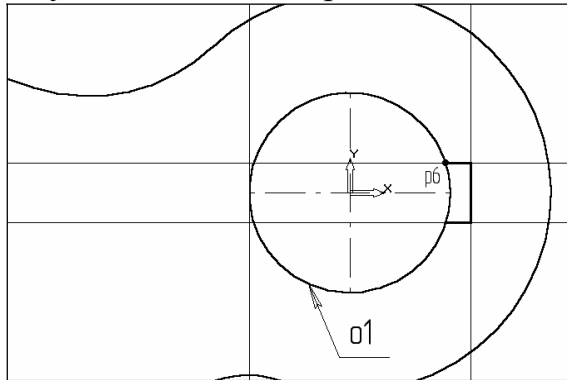

Рис. 3.23.
26. За допомогою команди *Безперервне введення об'єктів* на сторінці *Геометрія Інструментальної панелі* побудуйте ламану лінію з трьох відрізків, як це показано на рис. 3.23. Побудову почніть від точки p6.